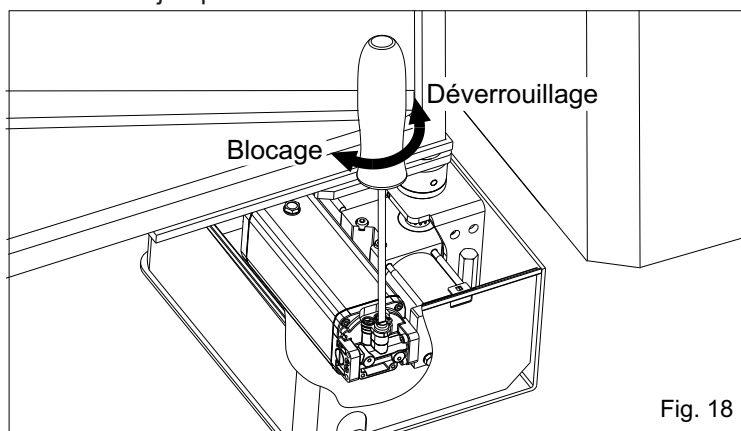

Fig. 18
- Insérer le tournevis dans la vis de déverrouillage et tourner de 180° environ en sens anti-horaire (Fig 18).